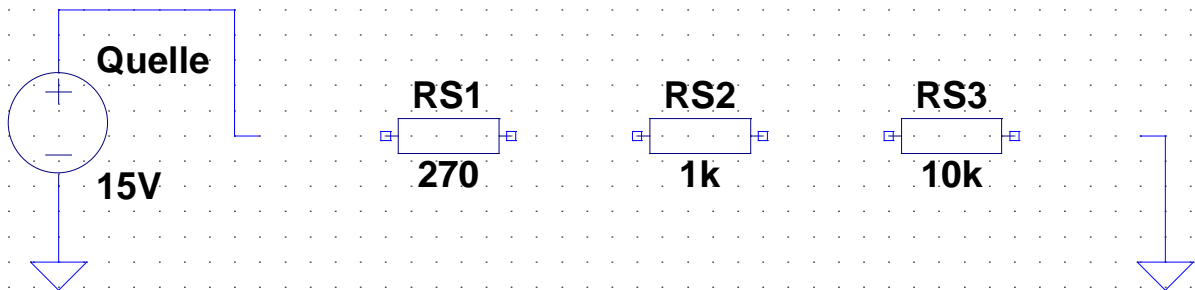

Abbildung 2 Widerstände Serienschaltung
- Vervollständigen Sie die Schaltung in Abbildung 2 zu einer Serienschaltung.